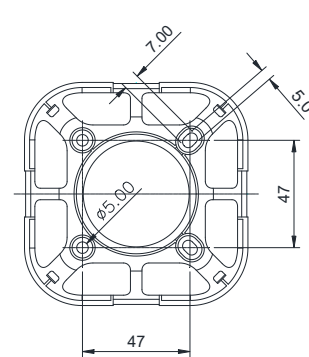

图3
3. 安装挂墙支架：用螺钉将挂墙支架固定在天花板上（挂墙支架尺寸如图3所示）。